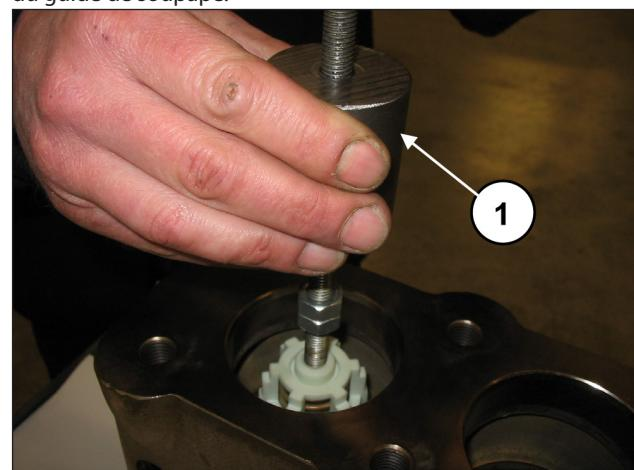

Fig. 110
Extraire l'ensemble de la soupape de refoulement à l'aide d'un extracteur à inertie (réf. 27516400) à appliquer sur le trou M10 du guide de soupape (rep. ①, Fig. 110) ou, en complément, un adaptateur M10-M16 (réf. 25089700) à fixer sur le filetage M16 du guide de souape.